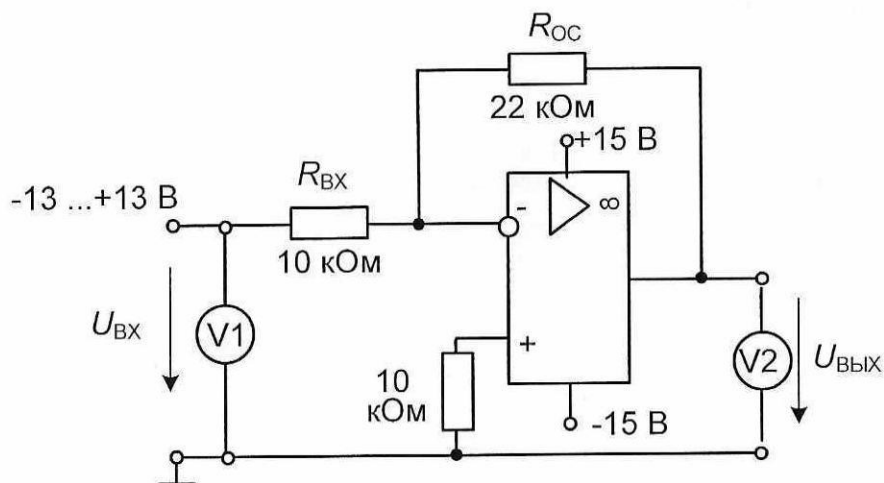

Рис. 3.5.3
- Соберите цепь инвертирующего усилителя, как показано на принципиальной схеме (рис. 3.5.3).